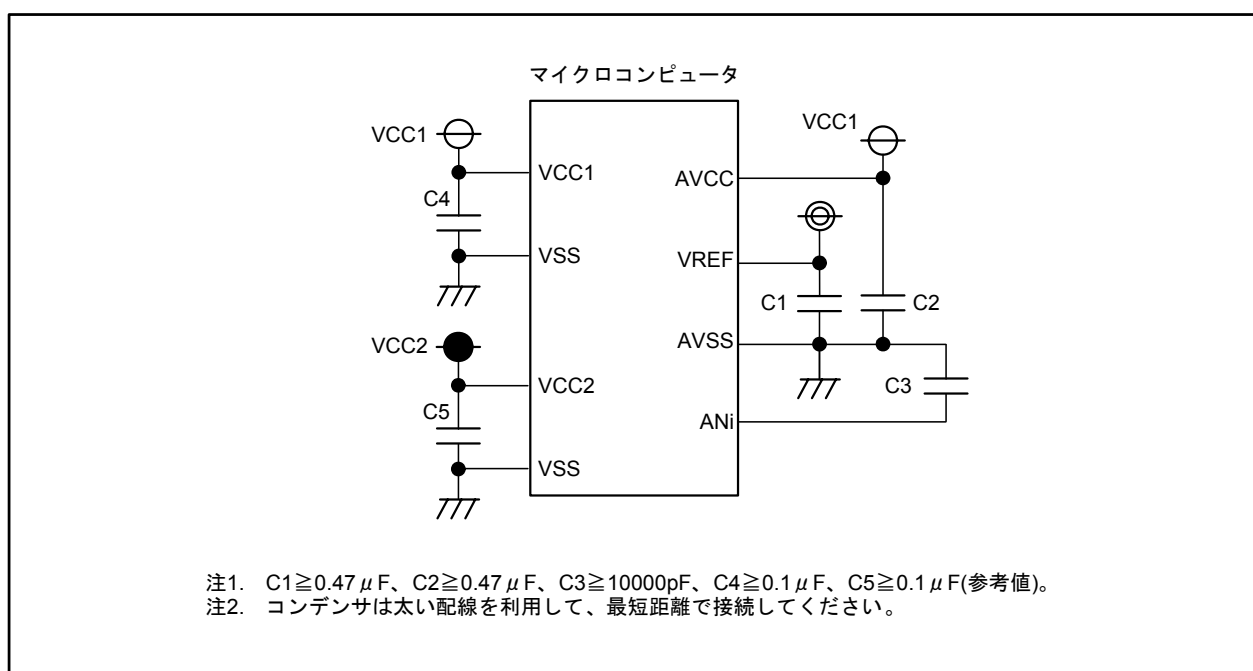

図28.5 各端子の処理例
- ノイズによる誤動作やラッチアップの防止、また変換誤差を低減するため、AVCC端子、VREF端子、アナログ入力端子(AN_i_j(i=なし, 0, 2, 15, j=0~7))とAVSS端子の間には、それぞれコンデンサを挿入してください。同様にVCC端子とVSS端子の間にもコンデンサを挿入してください。図28.5に各端子の処理例を示します。